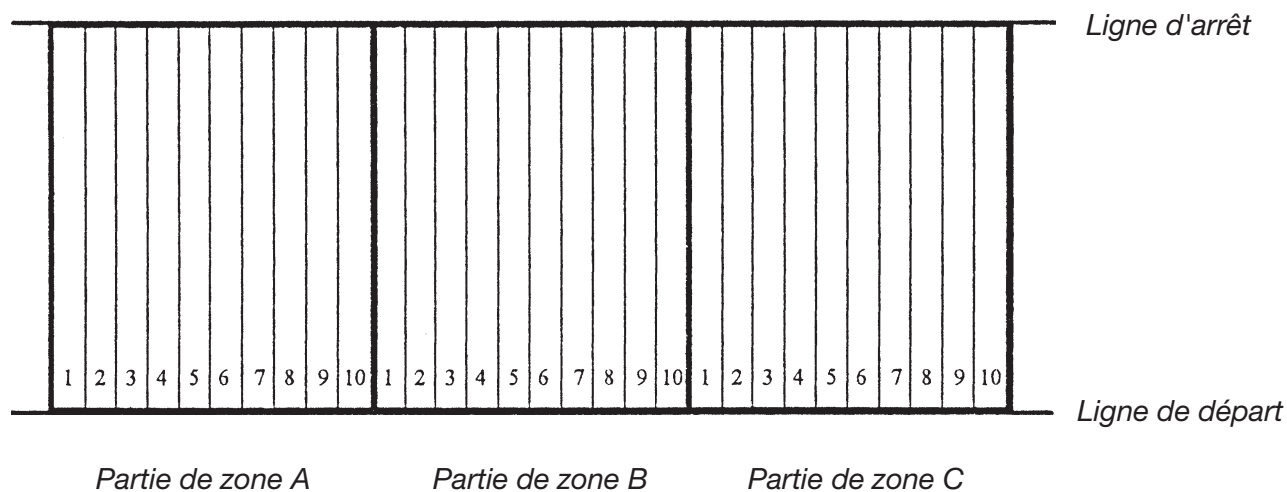

Figure 50. Parties de zone
- **PARTIE ZONE** : lorsque la zone est très étendue, elle peut être divisée en trois régions parallèles, ou parties de zones A, B et C, chacune d'elle avec 10 bandes et des types de couches, numéros de couches et lignes de départ identiques, voir figure 50 (dans la figure 48, la partie de zone est A).